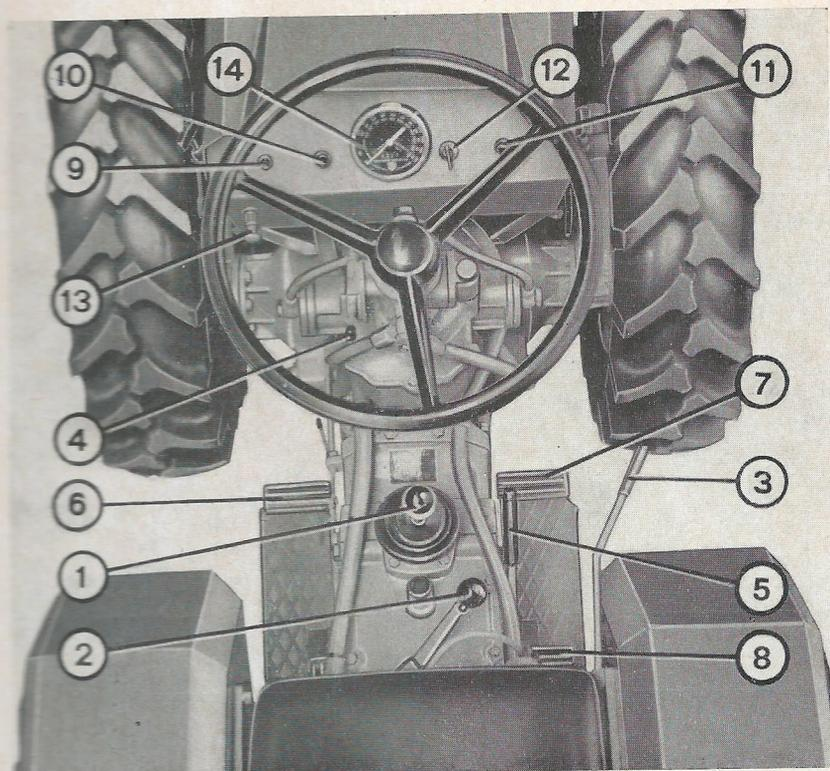

Fig. 1
La trattrice è dotata di 8 velocità di cui 6 di avanzamento e 2 retromarce che si ottengono disinnestando la frizione ed agendo sulla leva a cloche ❶ (fig. 1) secondo lo schema sotto riportato.
Il bloccaggio del differenziale si può usufruire solo sull'asse posteriore e si innesta tramite il pedale ❸ (fig. 1).
Le tracteur est pourvu de 7 vitesses dont 6 avant et 2 arrière que on obtient en débrayant l'embrayage par le levier à cloche ❶ (fig. 1), suivant le schéma ci-dessous indiqué.
DISPOSITIVO DI SERVIZIO - Comandato mediante il pedale **7** (fig. 1).
DISPOSITIVO DI SOCCORSO E STAZIONAMENTO - Comandato a mano mediante la leva **5** (fig. 1).
DISPOSITIF DE SERVICE - commandé par pédale **7** (fig. 1).
DISPOSITIF DE SECOURS ET DE PARCAGE - commandé à main par levier **5** (fig. 1).